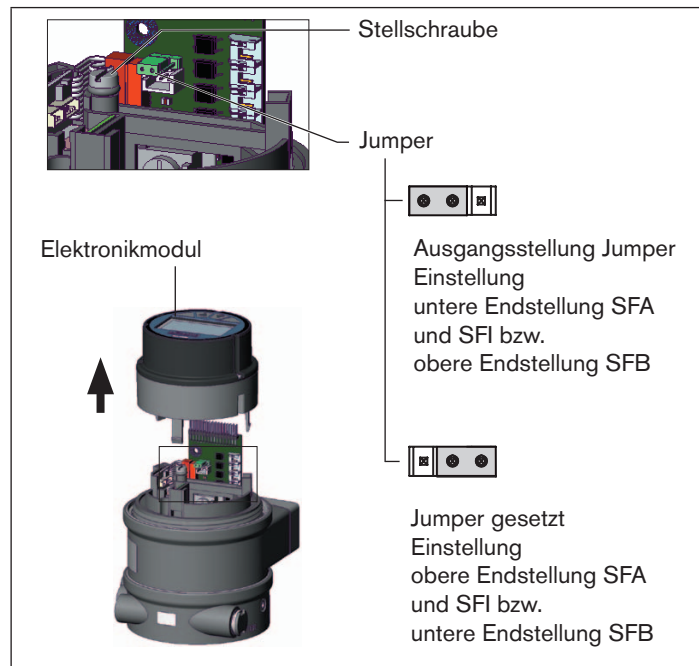

Bild 13: Einstellen der Initiatoren
- Jumper setzen (siehe „Bild 13: Einstellen der Initiatoren“).
- Jumper wieder in Ausgangstellung zurücksetzen („Bild 13“).